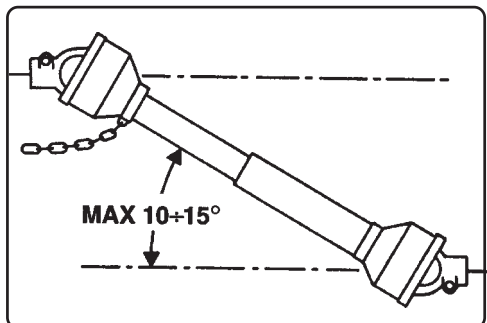

Fig. 5
- Sikkerhetsplatene (Fig. 5) må alltid være godt synlige; de må holdes rene og må byttes ut dersom de blir uleselige.
- Ta alltid ut kraftinntaket mens kardangakselen er i en for stor vinkel, og aldri over 10 – 15 grader. (Fig. 5).